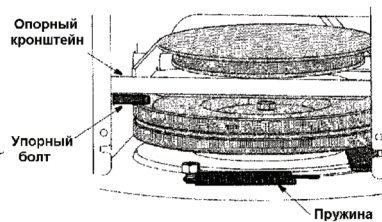

Рисунок 15
7. Отцепите пружину с болта на кожухе шнека, чтобы ослабить натяжение ремня. Смотрите рисунок 15.
8. Отведите упорный болт до тех пор, пока опорный кронштейн не соприкоснется со шкивом шнека. Смотрите рисунок 15.